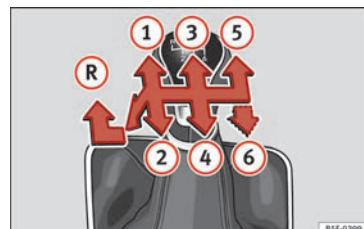

Abb. 56 Schaltschema bei einem 5-Gang bzw. 6-Gang Schaltgetriebe
Auf dem Schalthebel sind die Positionen der einzelnen Fahrgänge dargestellt » **Abb. 56**.
- Schalthebel auf Leerlauf stellen und nach unten drücken, ganz nach links und dann nach vorne schieben, um den Rückwärtsgang »Abb. 56 R« einzulegen.